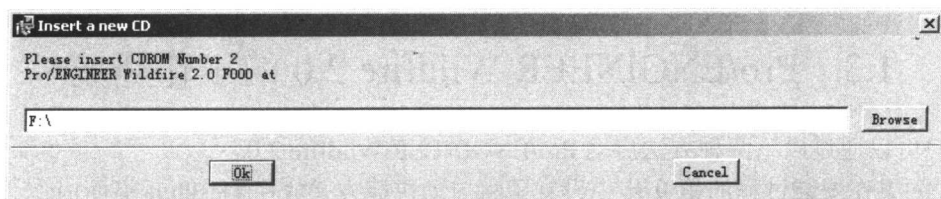

图 1.10 系统提示插入安装光盘 2
(12) 在安装过程中, 系统将提示插入安装光盘 2 和光盘 3, 如图 1.10 所示, 这时按照系统的提示进行操作即可。